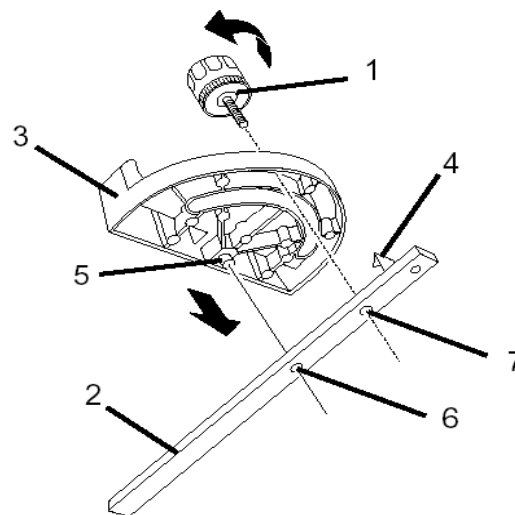

Рис. 12
**Соберите угловой упор (рис. 12):**